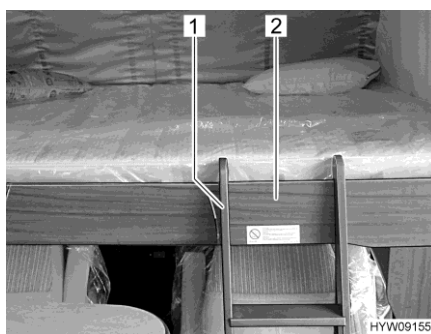

Fig. 108 Escalera de ascenso (cama elevada)
- Enganchar la escalera de ascenso (Fig. 108,1) con las dos horquillas en el marco de la cama (Fig. 108,2) de la cama elevada. Al enganchar, prestar atención a que las horquillas tengan contacto con los dispositivos de fijación dispuestos en el interior. Con ello, se excluye el desplazamiento lateral de la escalera de ascenso.
- Desenganchar la escalera de ascenso (Fig. 108,1) del marco de la cama (Fig. 108,2) de la cama elevada.